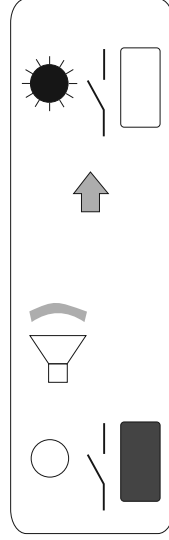

Abb. 3
- Halten Sie die **Taste** "", bis ein kurzes akustisches Signal ertönt, und lassen Sie die Taste danach wieder los: die Steuerung ist eingeschaltet und die entsprechende LED leuchtet anhaltend auf (Abb. 3).